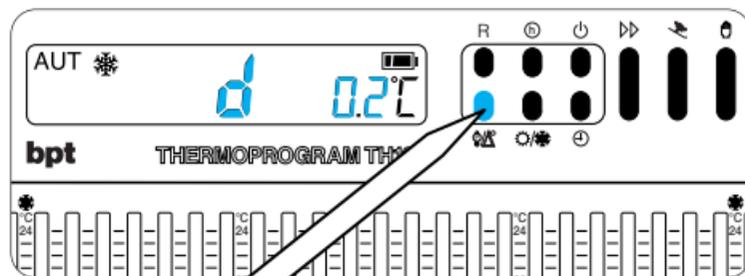

Fig. 13
4.1 - Premere due volte il pulsante ⊕/Δ (fig. 13). Sul display compare la scritta d 0.2°C che rimane visualizzata per circa 10 s.